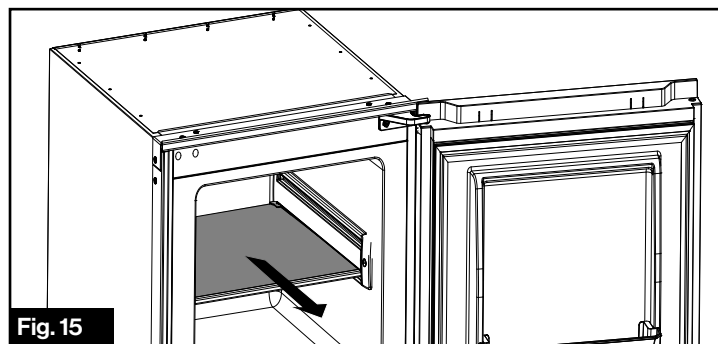

Fig. 15
4. Repita los pasos 2 y 3 para aflojar el tornillo de fijación del otro lado del estante. Tire hacia afuera para extraer la bandeja de su posición original. (Fig. 15)